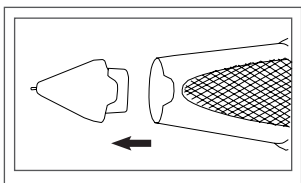

图 1.07
1. 关闭测试仪时，轻轻拉出磁性尖端，将其取下，如图 1.07所示。